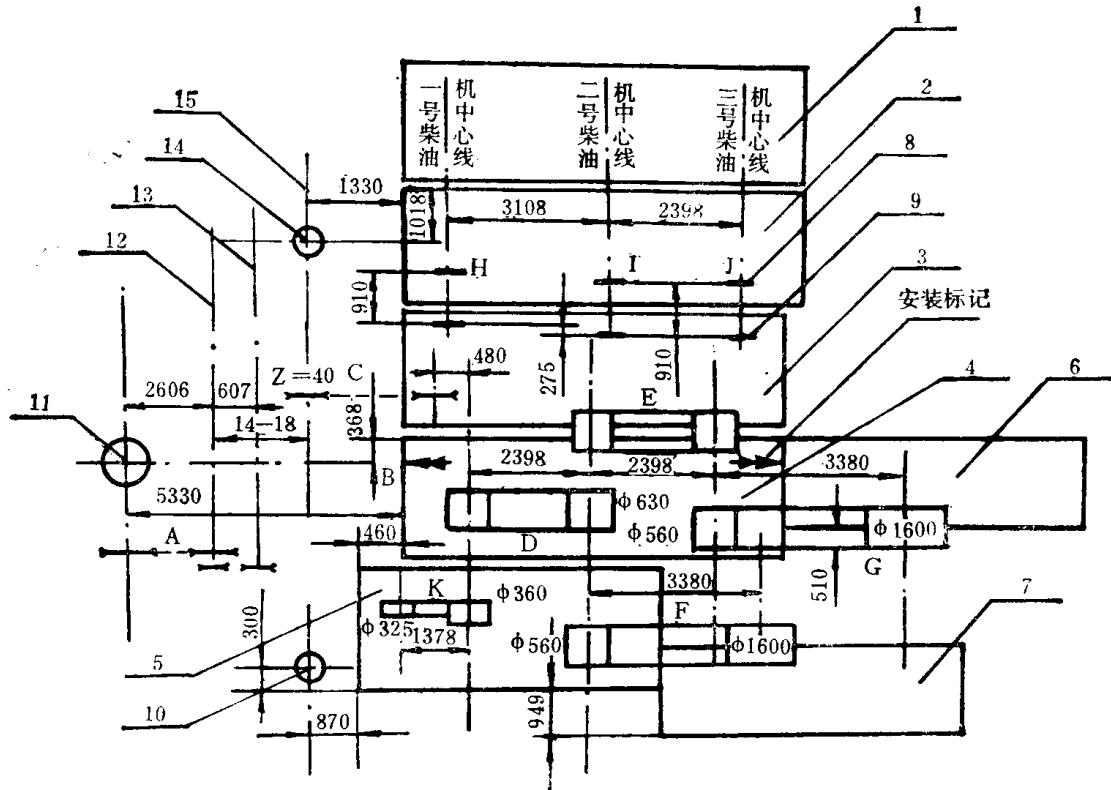

图 1-1 大庆 I-130 钻机安装示意图
机房底座是固定在底座基础之上的，机房底座是所有柴油机、联动机的固定基准。要求底座要具有足够的刚度和强度，在各种机械、各种载荷的作用下不变形、不移位，保证各机械相互间的准确位置。还要满足固定柴油机、联动机、压风机的需要。从安装、搬迁的角度还要适应钻井工程流动性大的特点，要易于安装与搬迁。如大庆I-130、大庆II-130型钻机的机房底座，采用的是工字结构钢焊接而成的大块钢结构底座，由5部分组成，用5个搭扣拼联，如图1-1所示。1号、2号底座用来固定三部柴油机，3号、4号、5号底座用来固定三部联动机，3号联动机固定在3号、4号底座上，而1号、2号联动机还要带动压风机和1号泥浆泵，传动部分比3号联动机长，后端固定在5号底座上。
安装机房底座时，一般首先安装4号底座，将4号底座上前、后两个“井口中心标记”与井口位置找正，其偏差不能大于 $\pm 5$ 毫米。然后依次摆放好3号、2号、1号、5号机房底座及1号、2号泥浆泵底座和机房加宽台。机房底座的找正还可以井架左、右大腿中心线为基准，先找正2号或5号机房底座（相对井架大腿中心距离如图1-1所示），然后依次摆放其他底座。找正点均以搭扣为基准，机房底座和泥浆泵底座的固定方式根据基础可选用压杠式或压板
**(二) 找正与安装：**机房动力设备均以绞车传动轴上的链轮端面为基准，根据这一基准依次找正机房内的所有机械设备。如图1-1所示，国产大庆I-130、大庆II-130型钻机，均以